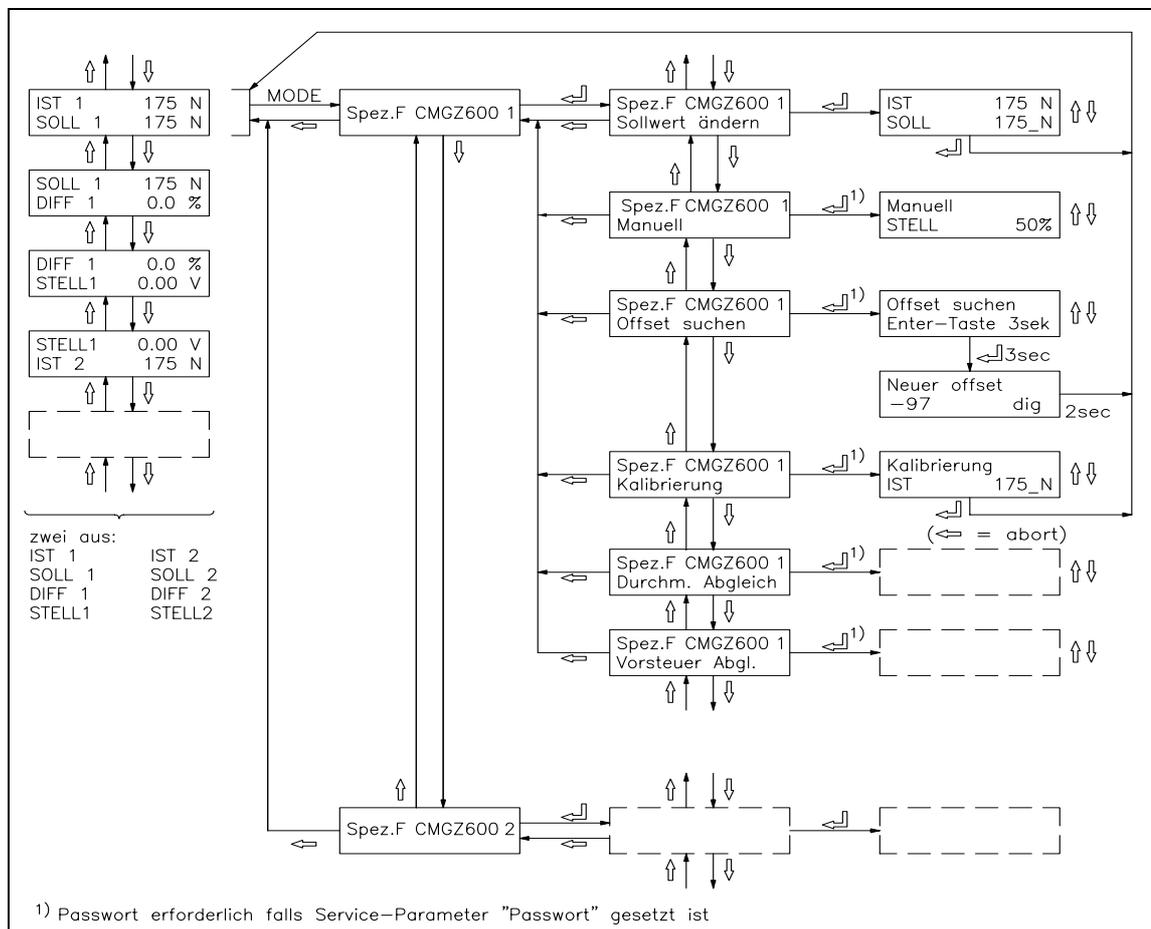

Bild 15: Statusdiagram Hauptbedienebene CMGZ612
- Taste **MODE** drücken. Mit den Tasten \uparrow \downarrow \leftarrow das Modul *Spez.F CMGZ600 1* und die Spezialfunktion *Offset finden* suchen und anwählen (Bild 15).
- Taste **MODE** drücken. Mit den Tasten \uparrow \downarrow \leftarrow das Modul *Spez.F CMGZ600 1* und die Spezialfunktion *Kalibrierung* suchen und anwählen (Bild 15).
- Mit den Tasten \uparrow \downarrow die dem Gewicht entsprechende Kraft einstellen in der Anzeige und Eingabe abschliessen mit Taste \leftarrow (Bild 15). Die Elektronik berechnet automatisch den neuen Gain-Faktor. Die Anzeige kehrt zurück ins Hauptbild.
Die oben beschriebene Kalibrierung des Messverstärkers gilt für Modul 1. Sie muss auch für Modul 2 durchgeführt werden. Dazu werden die Spezialfunktionen aus Modul *Spez.F CMGZ600 2* verwendet (siehe Bild 15).
- Spezialfunktion *Sollwert ändern* aufrufen (siehe Bild 15). Neuen Sollwert mit den Tasten \uparrow \downarrow eingeben und speichern mit Taste \swarrow .